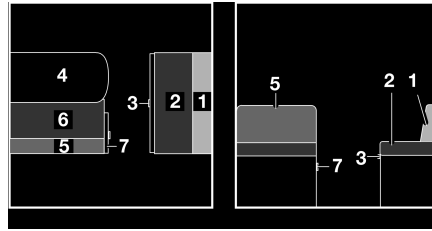

Fig. 127 Antes de la transformación
- Ampliar la mesa (Fig. 127,4) y transformarla en base de cama (véase apartado 7.7).
- Tirar del asidero y abrir la trampilla (Fig. 127,7).